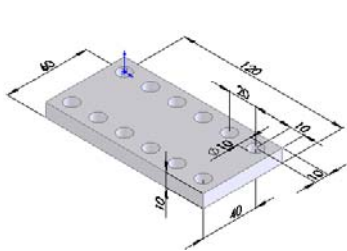

图 7-35 底座零件尺寸图示
**02** 插入“底座”文件。在弹出的“开始装配体”属性管理器中，单击“浏览”按钮，插入已绘制的名为“底座”文件，并调节视图中零件的方向，底座零件的尺寸如图 7-35 所示。